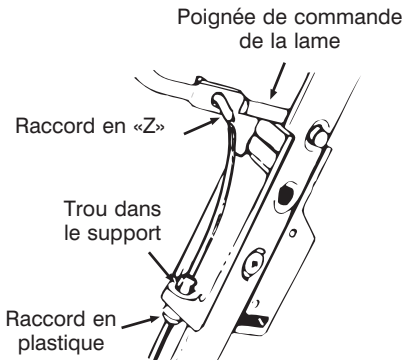

Figure 3
- Le câble de frein est attaché au moteur et l'autre extrémité est munie d'un raccord en «Z». Passez le câble au-dessus du guidon inférieur. Glissez l'extrémité du câble dans le trou du boîtier de l'obturateur, comme à la figure 3. Poussez le raccord en plastique jusqu'à ce qu'il se bloque dans le trou du boîtier.
- Écartez la poignée de commande du guidon supérieur. Accrochez l'extrémité en «Z» du câble de frein dans le trou de la poignée de commande de la lame, de l'extérieur vers l'intérieur, comme à la figure 3.
- Tenez-vous derrière la machine, appuyez sur la manette de commande de la lame et maintenez-la contre le guidon supérieur, comme à la Figure 3.